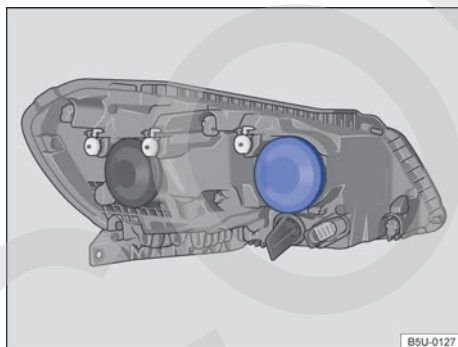

Fig. 175 En el compartimento del motor: ubicación de la lámpara incandescente del farol alto/luz de posición.
3. Remover la cobertura de goma en la parte trasera del farol ⇒ fig. 175.